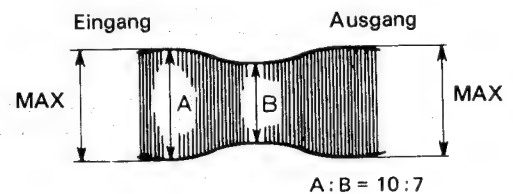

Abbildung 31
5. So einstellen, daß bei einer Verschiebung des Spurlagenreglers (wenn der Spurlagenregler bewegt und A der HF-Wellenform beginnt, abzunehmen) das Verhältnis zwischen A und B in Abbildung 31 besser ist als $A:B = 10:7$.